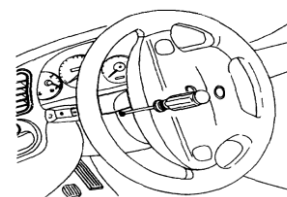

Рис. 1
- 3) Открутите два шурупа на рулевой колонке, поворачивая руль в нужное направление и снять верхнюю крышку (рис. 1). Если у вас Lanos с регулировкой высоты положения руля (Lanos SX), то опустите рулевую колонку в нижнее положение и тогда верхняя крышка снятию торпеды мешать не будет.